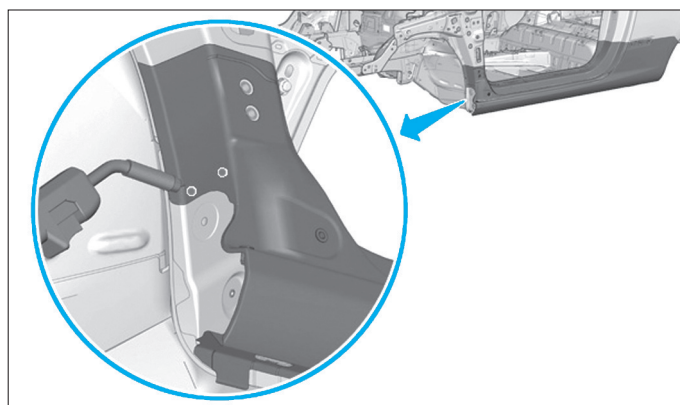

FIG. 101
- Souder par points bouchons (Fig.101).